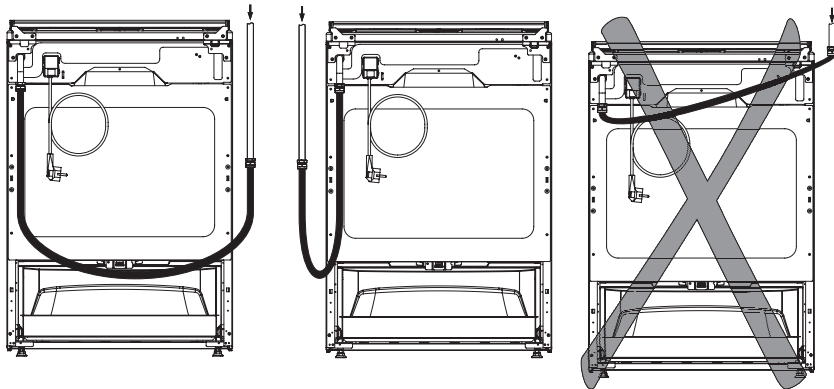

рис. 3
- гибкий соединительный рукав не должен проходить в зоне горячего воздуха дымохода и касаться задней стенки плиты (рис. 3);
Помните! После установки плиты на место обязательно проверьте положение гибкого шланга подвода газа и шнура питания (рис. 3). Они не должны проходить над дымоходом и касаться задней стенки плиты. Во время работы духовки там возникает высокая температура, которая может их повредить.